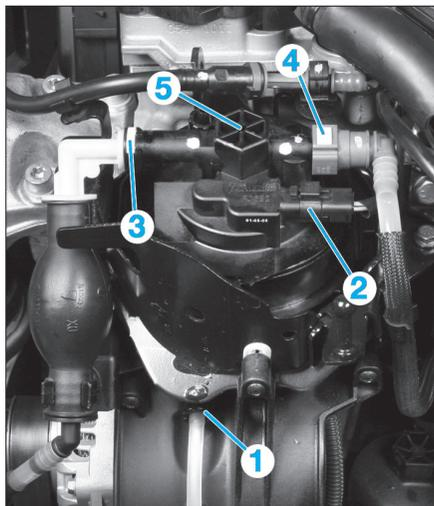

Fig. 37
- Ouvrir la vis de purge (1) (Fig.37).